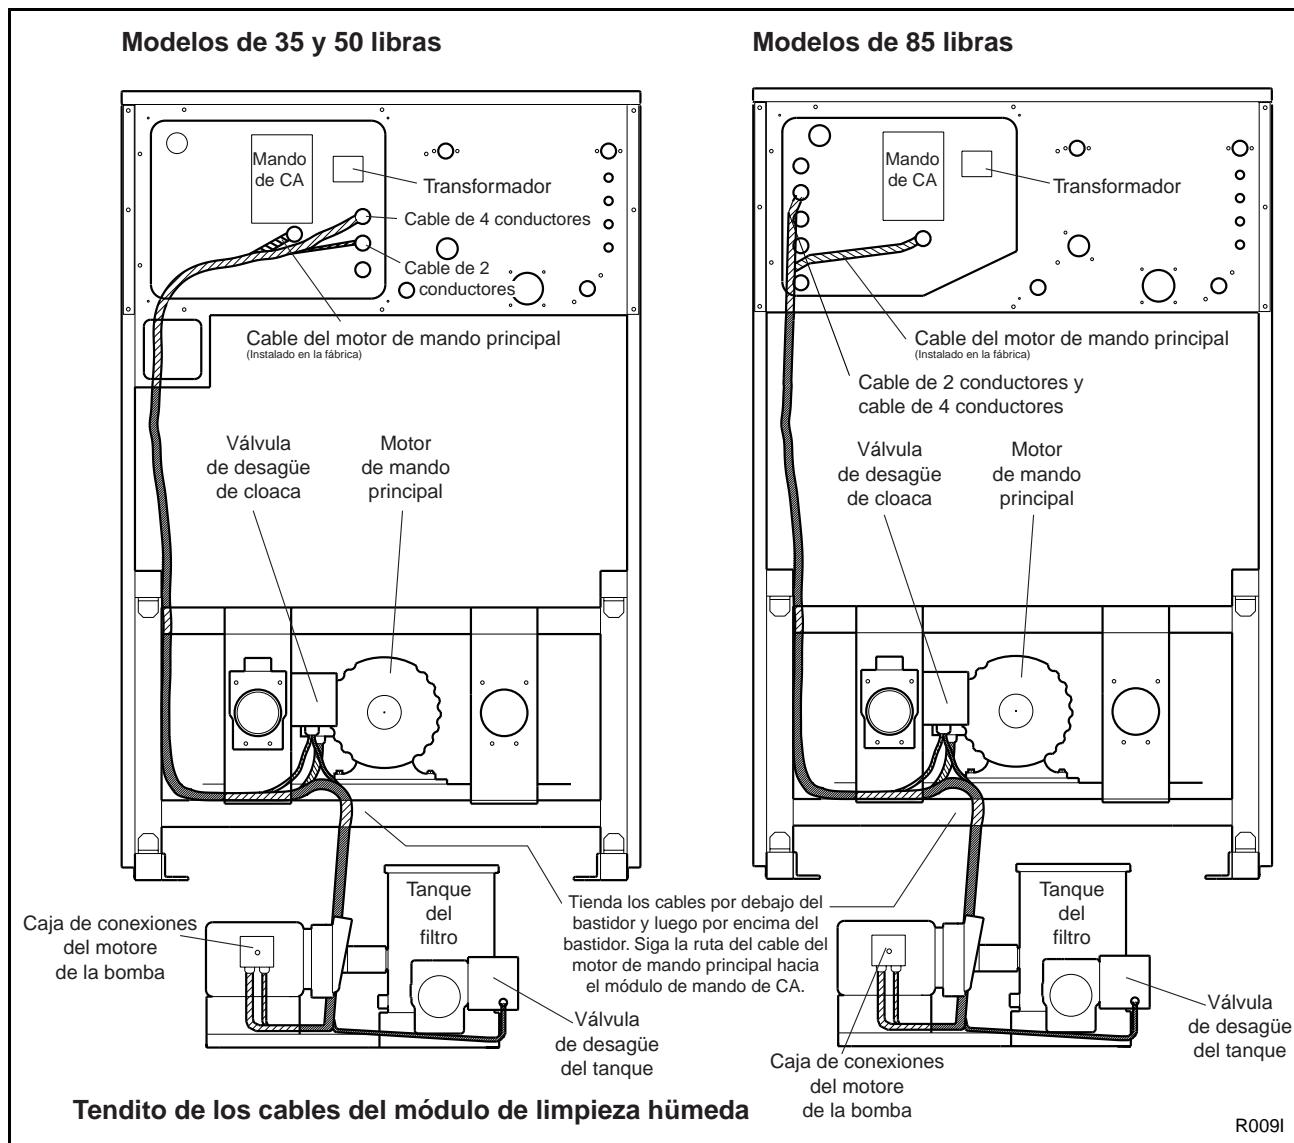

Figura 25
c. Encamine los cables de 2 y de 4 conductores a lo largo del marco de la lavadora extractora, siguiendo el mismo trayecto que el cable del motor de mando principal. Deje una separación suficiente entre los cables y cualquier pieza móvil de la lavadora extractora. Vea la Figura 25.
**Nota:** Encamine los cables por debajo del marco, como se muestra en la Figura 25.